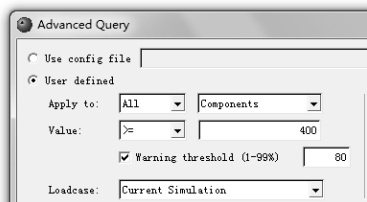

图 13-25 Advanced Query 面板参数设置
- (7) 将 Loadcase 设置为 Current Simulation，以上设置如图 13-25 所示。